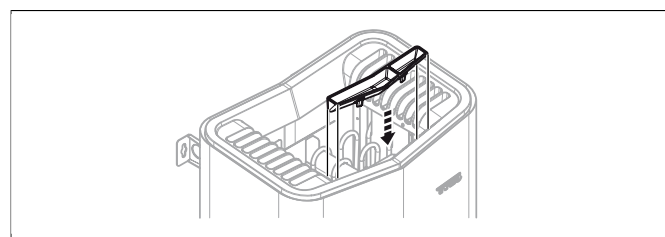

Fig 9: Montering av doftbehållare/luftfuktare
7. Montera örtskål/luftfuktare (se **Fig 9**, sidan 4).